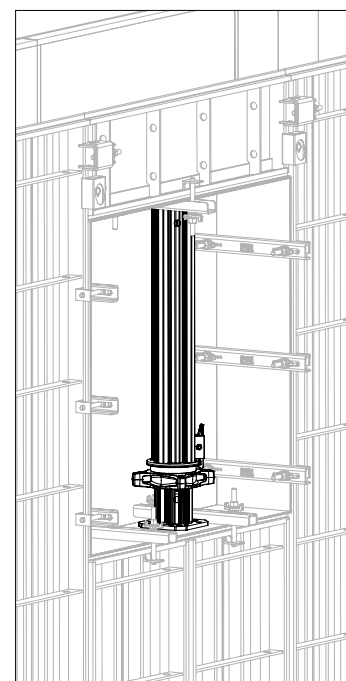

Fig. B4.01a
- Per architravi e aperture interne utilizzare sempre i giunti a vite UNO Plus (11).
- Fissare l'architrave in verticale con i puntelli dopo aver montato i profili fermagetto. (Tabella B4.01 + Fig. B4.01a)